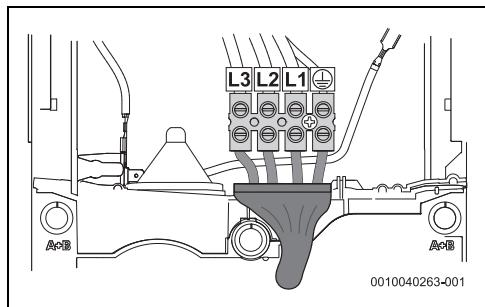

Fig. 101 Raccordement inférieur pour câble court
- Raccordement inférieur pour câble court (fig. 101)